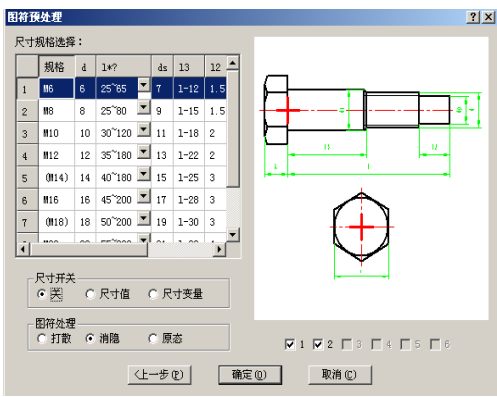

图 8-4 图符预处理对话框
4. 用户选定图符后，单击【下一步】按钮就可进入【图符预处理】对话框，如图 8-4 所示。